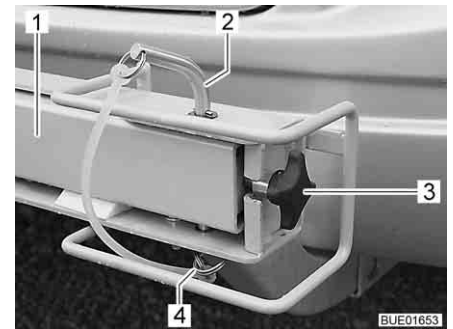

Fig. 2 Bloqueo del portabicicletas
- Extraer el pasador elástico (Fig. 2,4).
- Extraer el perno de retención (Fig. 2,2) hacia arriba.
- Aflojar el tornillo de estrella (Fig. 2,3) y desenroscarlo si es necesario.
- Sujetar el brazo giratorio (Fig. 2,1) y girarlo hacia el lado.